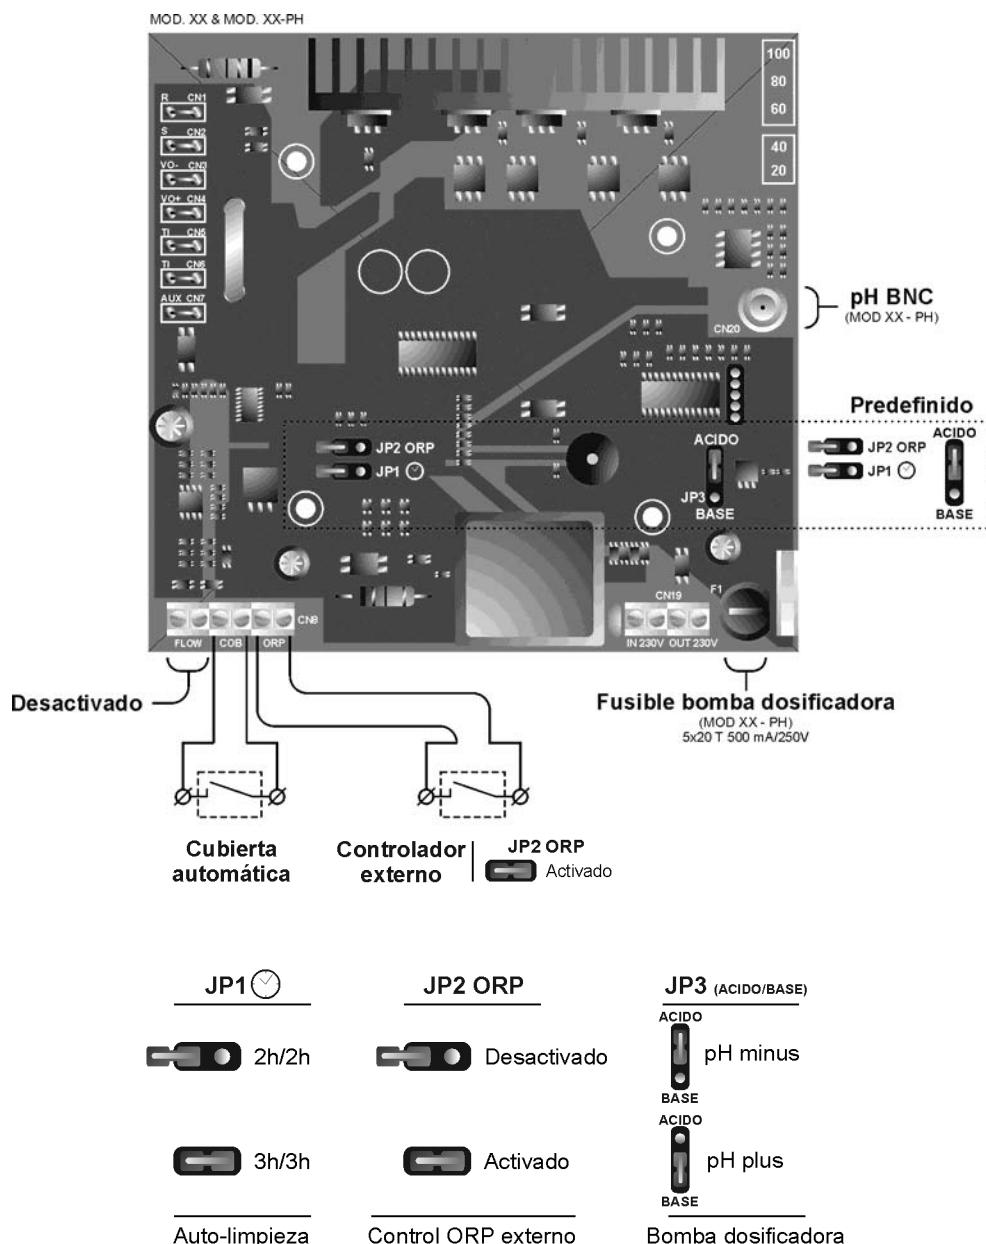

Fig. 16
- **Sistema de AUTOLIMPIEZA DE ELECTRODOS:** los leds [5] indican el estado de polarización de los electrodos (directa/inversa). La frecuencia de inversión se puede seleccionar mediante el jumper “JP1” situado en la placa del control del sistema (Fig. 16). Esta configuración se hará efectiva cuando el equipo se desconecte y se vuelva a conectar.